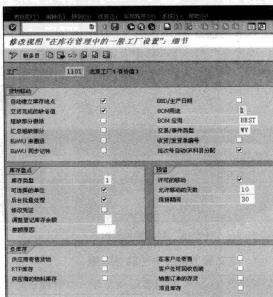

图 7-59 检查工厂的详细参数设置
STEP 2 双击进入想要修改的工厂，可以检查工厂的详细参数设置，如果发现参数设置有误，可以进行相应的修改，如图 7-59 所示。